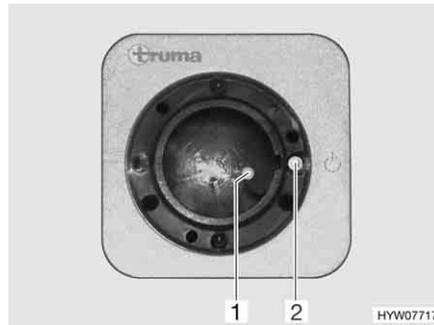
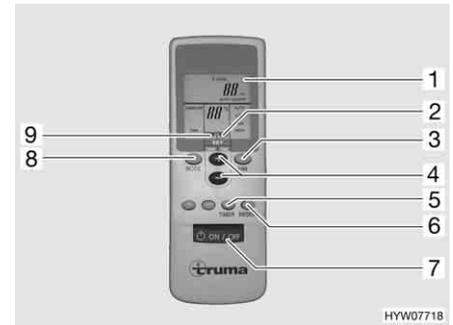

Fig. 154 Receptor
Fig. 155 Mando a distancia
- Conectar el mando a distancia por medio del interruptor (Fig. 155,7). La luz de control verde (Fig. 154,1) indica el funcionamiento de refrigeración.
- Ajustar el modo de funcionamiento deseado con la tecla (Fig. 155,8).
- De ser necesario, ajustar la potencia del ventilador y la temperatura ambiente deseadas con las teclas (Fig. 155,3 y 4). La flecha (Fig. 155,9) indica el modo de ajuste seleccionado.
- ▷ En el receptor se encuentra un pulsador interruptor adicional (Fig. 154,2) con el cual la instalación de aire acondicionado también se puede desconectar o conectar sin mando a distancia. En caso de que se conecte la instalación de aire acondicionado por medio de este pulsador interruptor, automáticamente se seleccionará el último modo de funcionamiento ajustado en el mando a distancia.
- Para desconectar, volver a pulsar la tecla (Fig. 155,7) del mando a distancia.
- Para la programación, conectar la instalación de aire acondicionado con la tecla (Fig. 155,7) del mando a distancia.
- Ajustar el modo de funcionamiento y la temperatura ambiente deseados con las teclas (Fig. 155,8, 3 y 4).
- Seleccionar la función deseada (Fig. 155,1) con la tecla (Fig. 155,5):
- Seleccionar el tiempo de conmutación deseado (de 1 a 15 horas) con las teclas (Fig. 155,4). La flecha (Fig. 155,2) parpadea e indica el modo de ajuste seleccionado.
- ▷ Con la tecla (Fig. 155,6) se realizan transmisiones repetidas de los ajustes del mando a distancia al emisor.